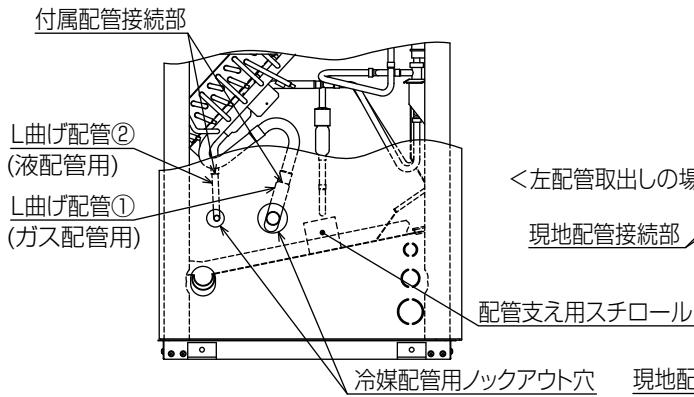

図4
(図4) ベルトの張力
- (4) 図4に示す配管支え用スチロールを取外してください。
- (5) 図4・図5に示すとおり、付属配管・現地配管を前面からロウ付接続を行ってください。
現地配管接続部 図5 → 付属配管接続部 図4